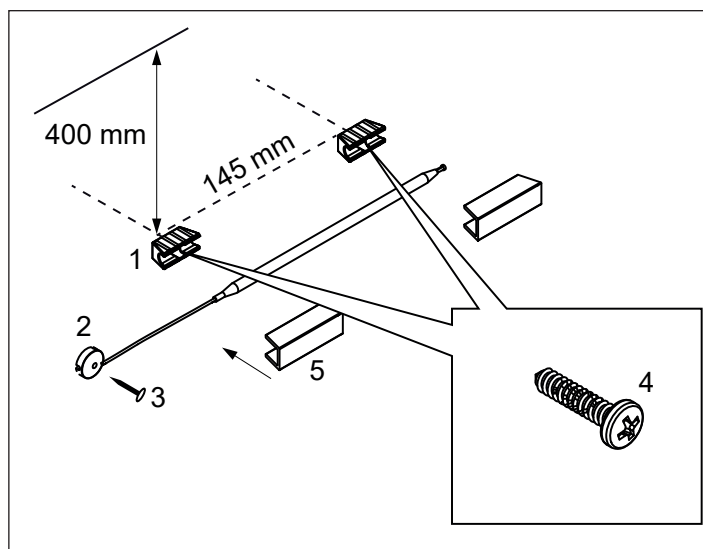
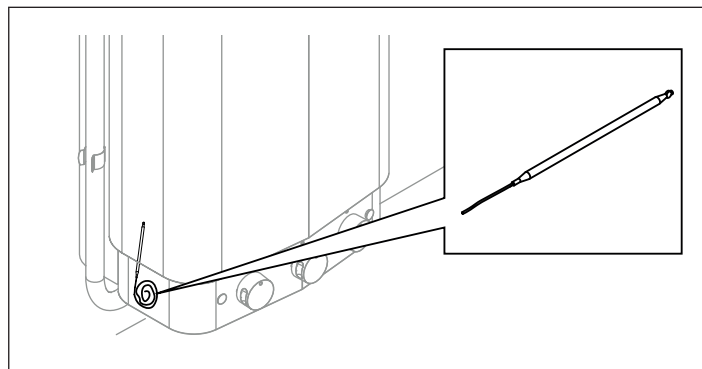

Рис. 16: Установка датчика температуры
Рис. 18: Поиск датчика температуры
Установите держатели датчиков температуры (см. (1) на рис. 16) на расстоянии 400 мм от потолка и 145 мм друг от друга с помощью двух комплектных винтов (4).
Установите датчик температуры (расположен сбоку нагревателя, см. рис. 18) и прикрепите защитные крышки (2) и зафиксируйте капиллярную трубку скобами (2) и паркетным гвоздем (3) (см. рис. 16).